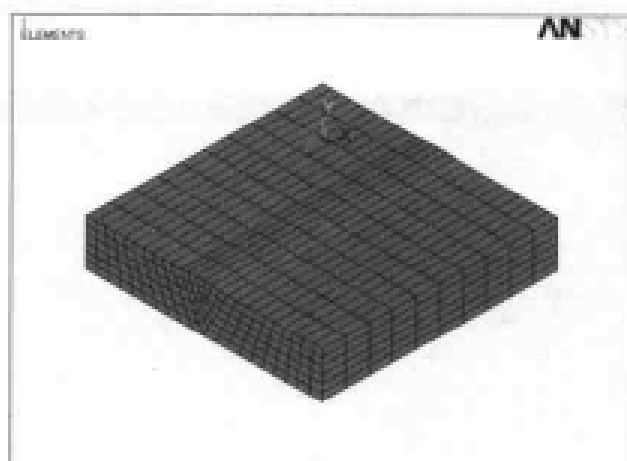

图 13-84 拖拉面生成体结果显示
(20) 选择 Utility Menu | Plot | Elements 命令, ANSYS 显示窗口显示面拖拉后的结果, 如图 13-84 所示。